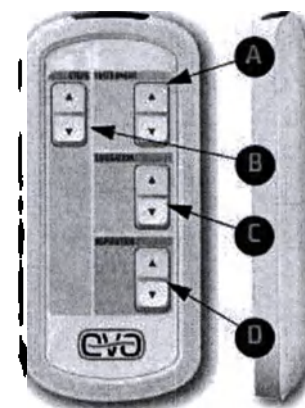

Рис. 10: Пульт дистанционного управления
- Уровень хирурга (3): настройки ножной педали (параграф 11.4.3, стр. 147)
6. Пульт дистанционного управления (рис. 10)